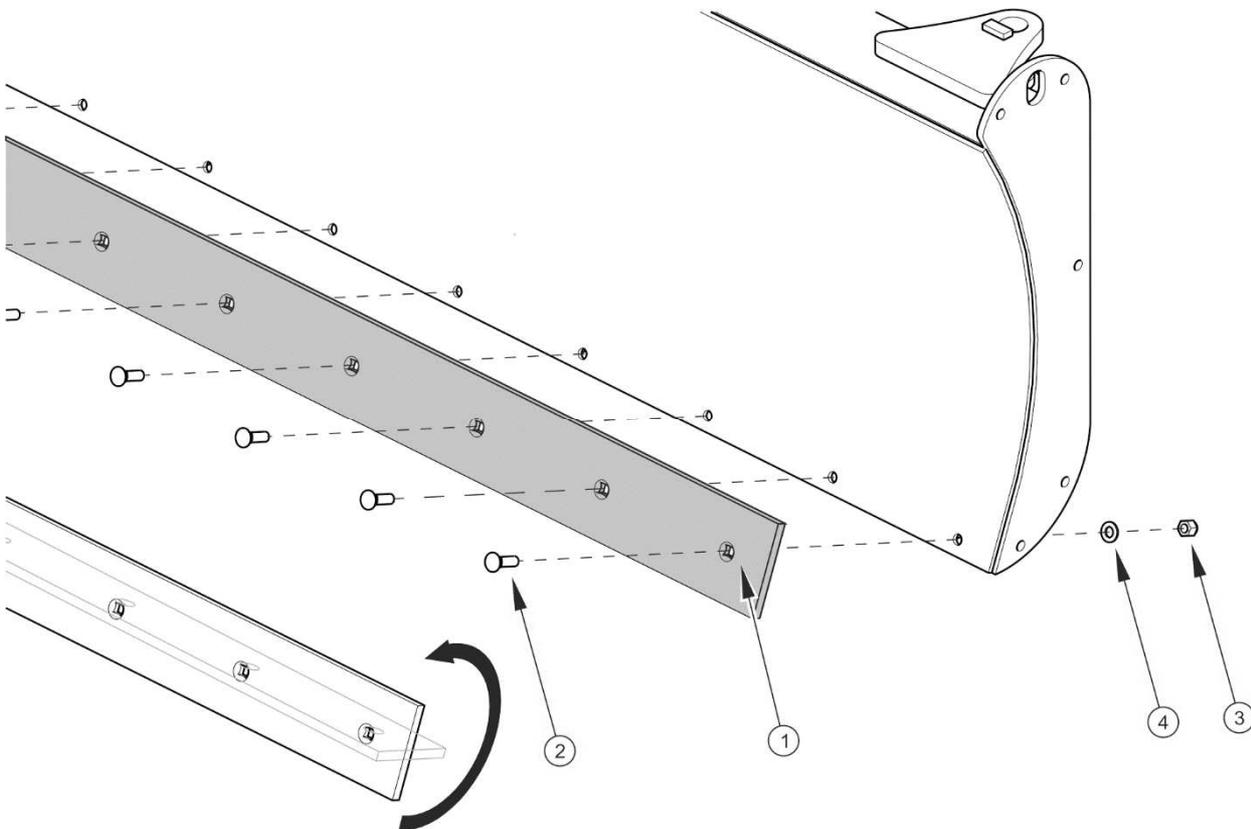

РИСУНОК 5.1 Замена кромки отвала
(1) – стальная кромка; (2) – болт Z M12x40; (3) – самоконтрящаяся гайка M12; (4) – шайба 12
Для того, чтобы демонтировать стальную кромку отвала (РИСУНОК 5.1.), необходимо отвинтить гайки (3), снять шайбы (4) и вынуть болты (1). Стальная кромка является двухсторонней и ее можно перевернуть на 180°. Чрезмерно изношенную или поврежденную кромку отвала нужно заменять новой - (ТАБЛИЦА 5.1).